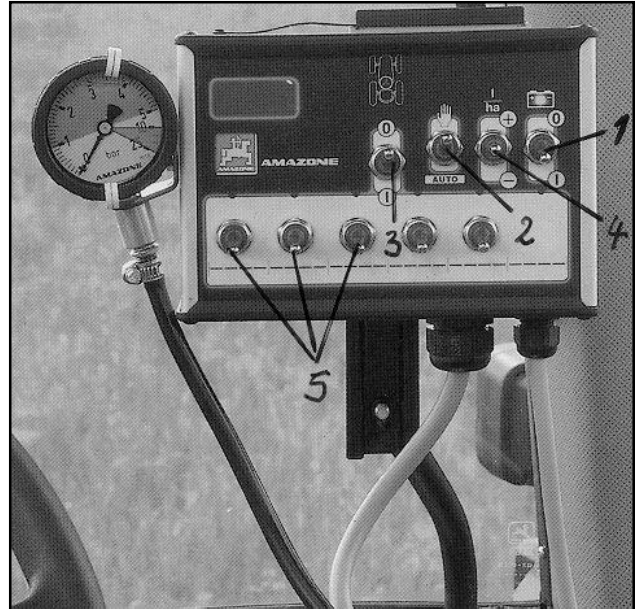

Fig. 6.8
- Basculez l'interrupteur marche/arrêt (fig. 6.8/1) d'alimentation en courant du boîtier de télécommande sur la position "I". La diode rouge de contrôle s'allume. Le boîtier de télécommande est opérationnel.
- Basculez l'interrupteur (fig. 6.8/2) sur la position "Manuel".
- Au moyen de la touche * (fig. 6.8/4) réglez une pression de 4 bar. Lire la pression ainsi réglée au cadran d'affichage de la pression.
- Coupez un tronçon de rampe en actionnant l'un des interrupteurs de tronçonnement de rampe (fig. 6.8/5) relié à la vanne électromagnétique commandant ce tronçon. A l'écran d'affichage de la pression, vous pouvez constater que celle-ci s'est modifiée.
- Le réglage effectué, coupez l'alimentation de tous les tronçons de la rampe au moyen de l'interrupteur général (fig. 6.8/3). La pression lue à l'écran d'affichage doit alors être toujours à 4 bar exactement. Si ce n'est pas le cas, répétez la procédure de réglage.